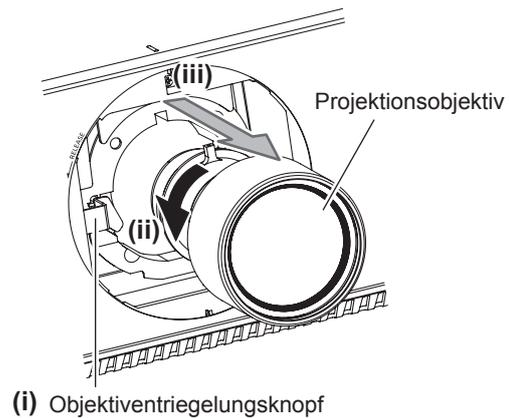

Abb. 2
- 2) Halten Sie den Objektivverriegelungsknopf gedrückt und drehen Sie das Projektionsobjektiv gegen den Uhrzeigersinn bis zum Ende und nehmen Sie es ab. (Abb. 2)